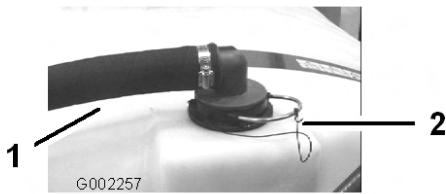

図 62
2. タンク上部の太いホースについている赤いフィッティングからリテーナを外す(図 62)。
3. タンクからホースを外す(図 62)。